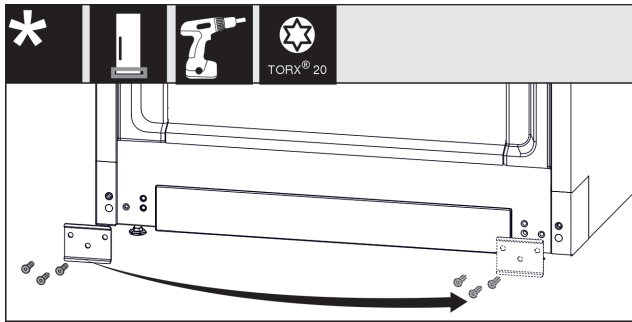

Fig. 15
- Открутите пластину Fig. 15 (1), переставьте на другую сторону и снова прикрутите.